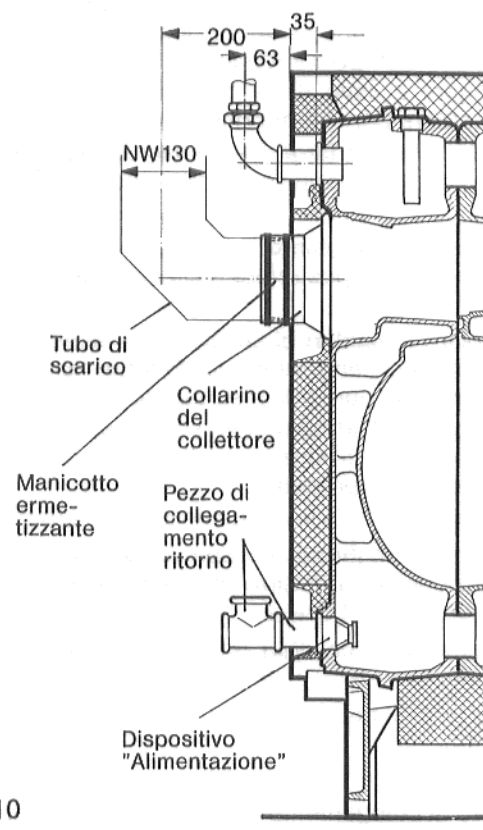

Fig. 10
5.3 Ermetizzazione del tubo di scarico (Fig. 10)
Per l'ermetizzazione del tubo di scarico è consigliato l'utilizzo del manicotto d'ermetizzazione Buderus (Fig. 10).